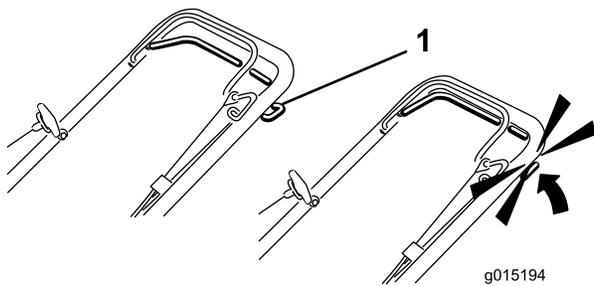

Figure 23
1. Pour actionner l'autopropulsion, serrez et maintenez la barre de commande contre le guidon (Figure 23).